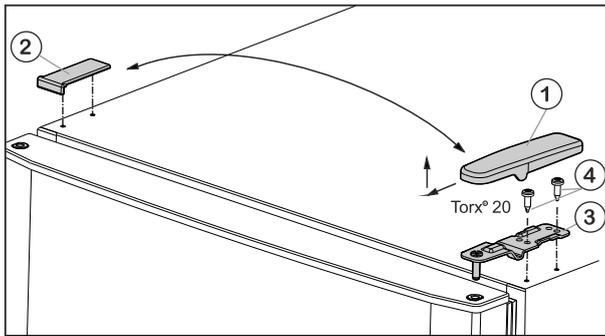

Fig. 5
- ▶ Abdeckung Fig. 5 (1) nach vorne und oben abziehen.
- ▶ Abdeckung Fig. 5 (2) abheben.
- ▶ Oberen Lagerbock Fig. 5 (3) abschrauben (2 mal Torx® 20) Fig. 5 (4) und nach oben abziehen.
- ▶ Obere Tür auf den Lagerbock Mitte (13) setzen.
- ▶ Oberen Lagerbock Fig. 5 (3) auf der neuen Scharnierseite in die Tür einsetzen.
- ▶ Oberen Lagerbock **fest (mit 4 Nm)** anschrauben (2 mal Torx® 20) Fig. 5 (4). Eventuell einen Akkuschrauber verwenden.
- ▶ Abdeckung Fig. 5 (1) auf der Gegenseite von außen aufsetzen und einrasten.
- ▶ Abdeckung Fig. 5 (2) jeweils auf der Gegenseite von oben aufsetzen und einrasten.